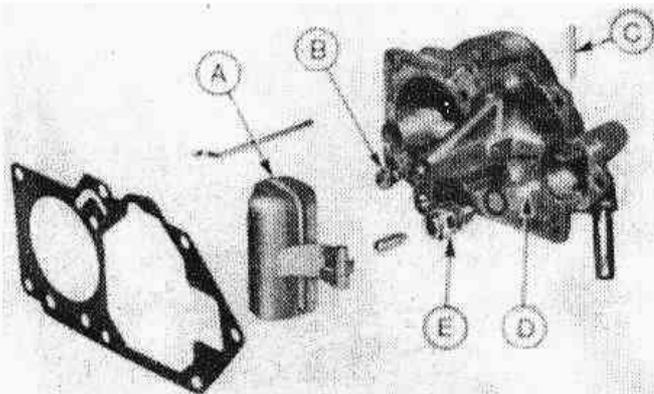

Рис. 3.18. Поплавок (А), жиклер главной дозирующей системы (В), крепежная шпилька (С), топливный фильтр (D), крышка клапана (E) (Разд. 22)
6. Разберите корпус клапана и извлеките фильтр (Рис.3.18).
15. Установите игольчатый клапан в сборе и поплавок. Перед установкой их в верхнюю половину корпуса карбюратора убедитесь, что в корпус клапана поставлены фильтр и уплотнительная шайба (Рис.3.18).